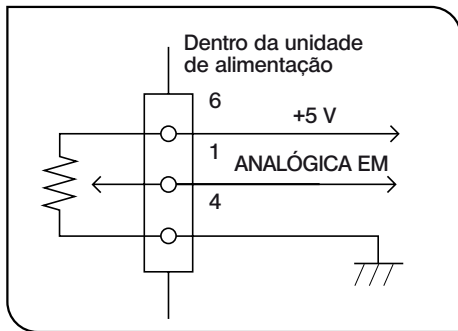

Fig. 7
## 3 Controlar a quantidade de luz com VR externo (fig. 7)
- 1. Ligue um VR tal como mostra a fig. 7.